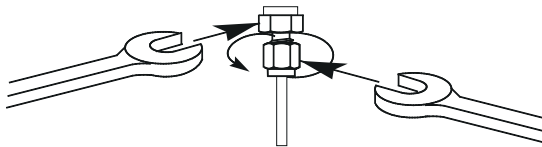

Abb. 15 Endgültiges Anziehen
- 8** Verwenden Sie für **1/8-Zoll-Swagelok-Armaturen** zwei 7/16-Zoll-Gabelschlüssel, um die Armatur mit einer 3/4-Drehung anzuziehen (Abb. 15).
Verwenden Sie für **1/4-Zoll-Armaturen** zwei 9/16-Zoll-Gabelschlüssel, um sie mit einer 1-1/4-Drehung anzuziehen (Abb. 15).